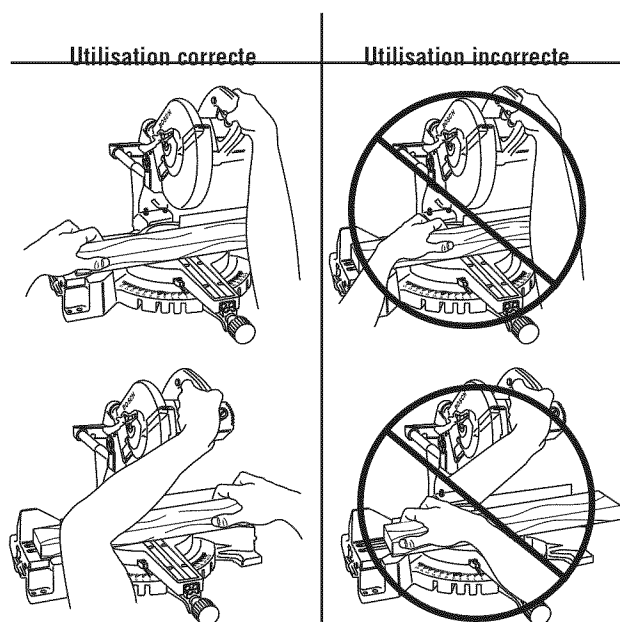

Figure 18. Positions des mains
AVERTISSEMENT Positionnez votre corps et vos mains adéquatement pour rendre la coupe plus facile et plus sûre. Observez les instructions suivantes (Figure 18).
- Tenez fermement l'ouvrage (en dehors de la zone interdite aux mains) contre le guide pour empêcher tout mouvement (Fig. 18).